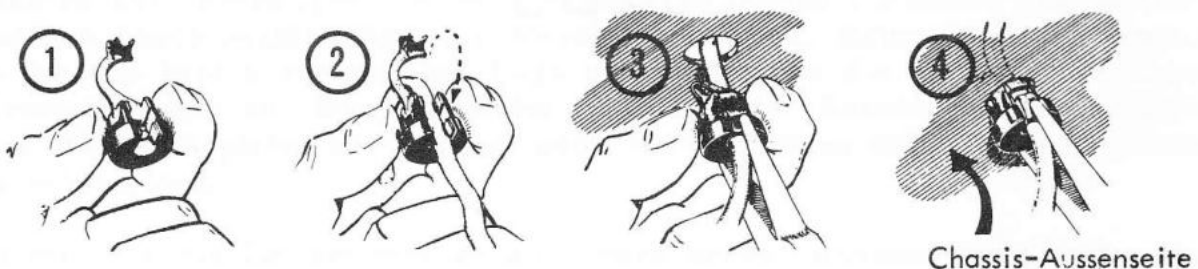

ABBILDUNG 5 C
- ( ) Klemmen Sie die Spezial-Zugentlastung (Teile-Nr. 75-30) 1 cm vom Ende der Isolation des Netzkabels auf das Netzkabel, wie in Abbildung 5 C gezeigt. Führen Sie nun das Kabelende mit den drei Innenleitern durch das Loch im Halterahmen und drücken die Zugentlastung fest ein.